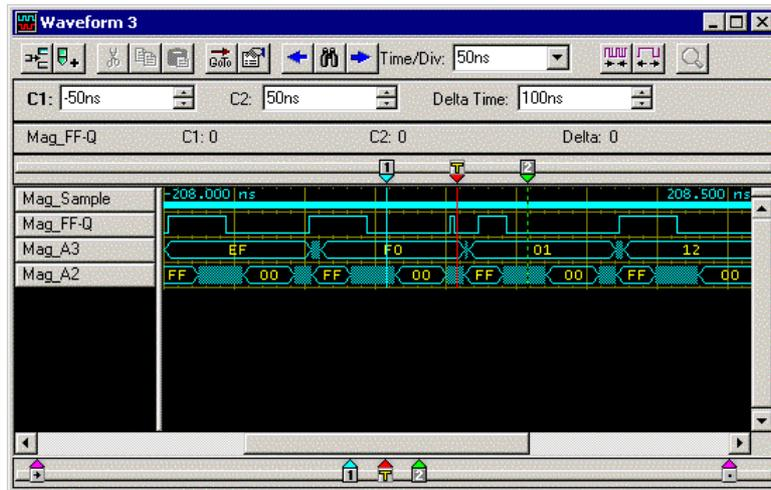

図 3-11 : MagniVu で捉えたグリッチ
5. 図 3-11 の[Waveform 3]ウィンドウが表示されます。トリガ付近が表示されていない場合には[Goto]コマンドの[System Trigger]にてトリガ付近を表示します。